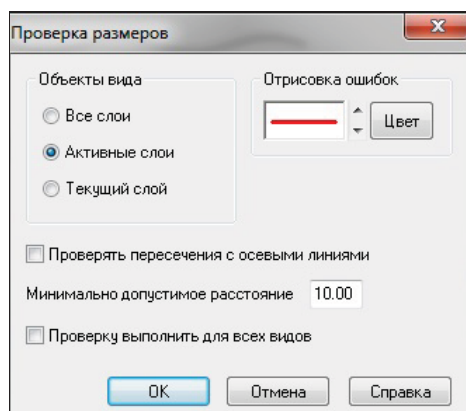

Рис. 30.6. Окно Проверка размеров
- ♦ выделите команду  — **Проверка размеров**. Появляется диалоговое окно **Проверка размеров** (рис. 30.6). Элементы управления диалога позволяют задать условия проверки. Поставьте "галочки" в окнах **Проверять пересечения с осевыми линиями** и **Проверку выполнить для всех видов** и нажмите кнопку **ОК**. Если нет замечаний, то система выведет на экран сообщение, что проверка завершена и ошибок нет. Для отображения ошибок формируется специальный слой **Ошибки размерных цепей**. В этом слое место ошибки выделяются окружностью со стилем *Ошибки* и пояснительной надписью со стилем *Ошибки* (рис. 30.7). Самостоятельно проведите данную операцию для всех команд.